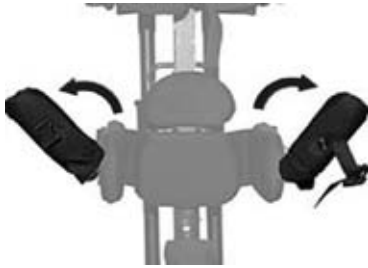

Abb. 11
- Die vorderen Polster der Beckenführung nach oben und außen klappen (Abb. 11). Falls der **KidWalk/KidWalk II** zudem oben mit umfassenden Thoraxpelotten ausgestattet ist, auch diese nach oben und außen klappen.